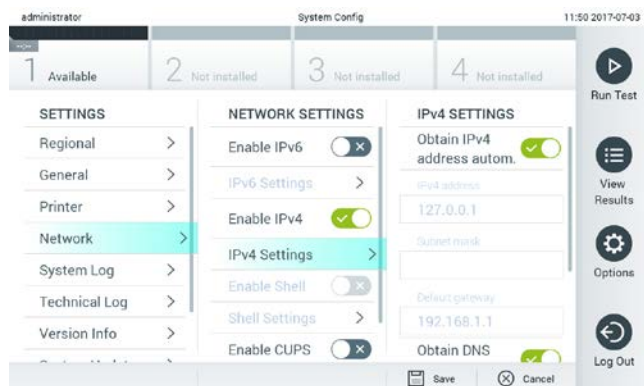

Рис. 66. Настройка сетевого соединения.
2. В списке настроек в левом столбце выберите пункт **Network** (Сеть) (рис. 66).